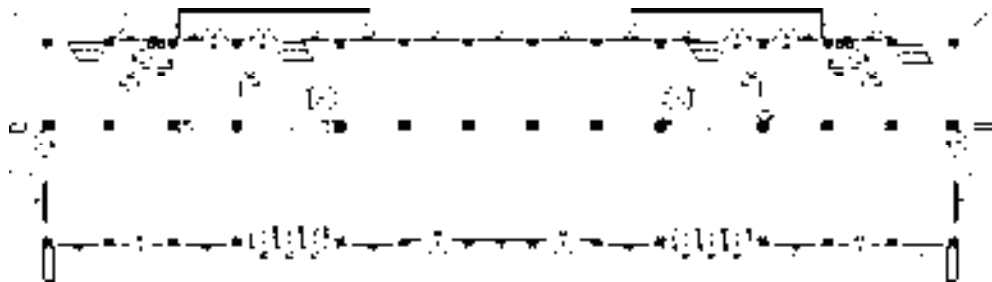

图 15-58 绘制散水
13) 分别点取散水的起点、终点, 绘制散水, 结果如图 15-58 所示。